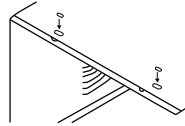

FIG.6
- Ajoutez deux fiches en mousse en haut du boîtier d'où les vis d'expédition ont été retirées. (Voir FIG.6)